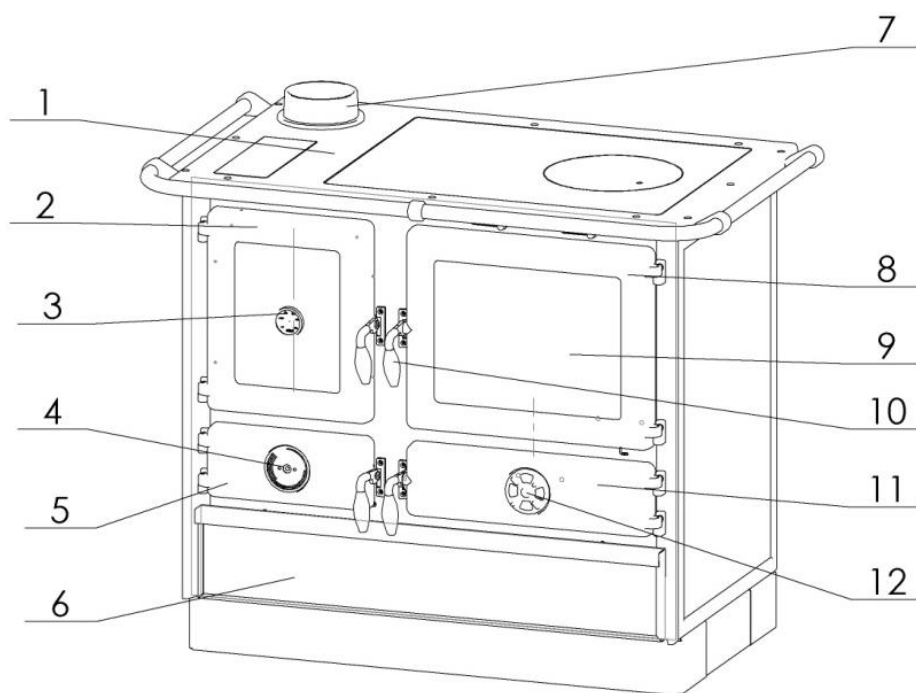

Fig. 1. Integralne części kuchenki Super Thermo Magnum
Kuchenka super thermo magnum jest produkowana i testowana zgodnie z europejską normą EN 13240. Układ kuchenki z jej elementami kluczowe do pracy znajduje się na rysunku 1. Central Heating Cooker Super Thermo Magnum posiada Wymiennik o pojemności 19 l Grubość stali użytej do wyprodukowania wymiennika spełnia przewidziane normy. . Połączenia z wodą są 1 ". Omawiana kuchnia składa się z odlewanej ramy i profilowanej powierzchni (Rys. 1, poz. 1) z szarym żeliwnym czopuchem (Rys. 1, poz. 7), który jest zamontowany za pomocą dwóch śrub. Drzwi paleniska (rys. 1, poz. 8) wykonane są z szarego żelaza i mają termoszczelne przezroczyste szkło (Rys. 1, poz. 9). Drzwi popielniczki (rys. 1, poz. 11) są również wykonane z szarego żelaza i mają pomocniczy regulator przepływu powietrza (Rys. 1, poz. 12).
- drzwi popielnika powinny być otwarte aż do stabilnego płomienia, a po zamknięciu, intensywność spalania powinny być regulowane na regulatorze przepływu powietrza (rys. 1, poz. 3)
- przy dodawaniu paliwa, otwórz drzwi paleniska (rys. 1, poz. 1) tylko kilka sekund, odczekaj 4-5 sekund, a następnie otwórz je bardzo powoli. Nie otwieraj je nagle, ponieważ gdy płomień w palenisku jest zbyt silny, może wypaść do pomieszczenia. Regulacja przepływu powietrza w kuchence ustawia się temperaturę, moc i tempo spalania paliwa, a to ma być przeprowadzone przez obracanie regulatora przepływu powietrza na drzwiach popielniczki (rys. 1, poz. 4). Kuchenka ma regulację przepływu powietrza wtórnego ze względu na poprawę spalania i utrzymanie szkła paleniska czystego. Poprzez połączenie powietrza pierwotnego przez regulator na drzwiach popielnika i powietrza wtórnego za pomocą przycisków powyżej drzwi paleniska uzyskuje się pożądane spalanie.